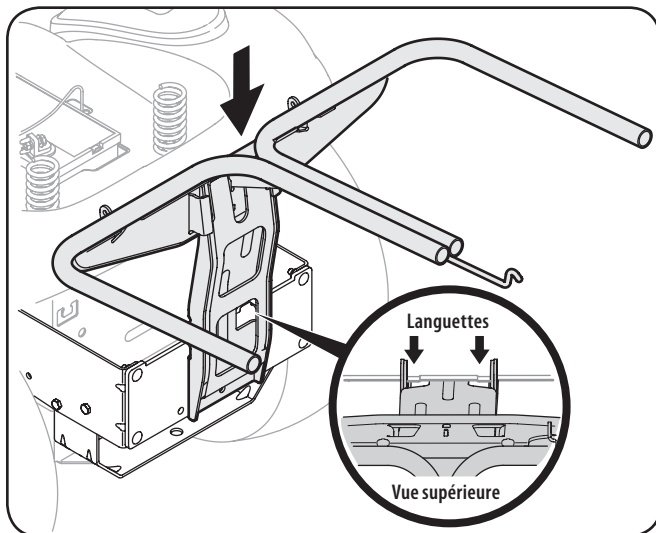

Figure 4-9
1. Installez l'assemblage des battants du dispositif d'ensachage sur l'assemblage de montage du tracteur en l'accrochant sur le plateau d'attelage entre les deux languettes. Consultez la figure 4-9.